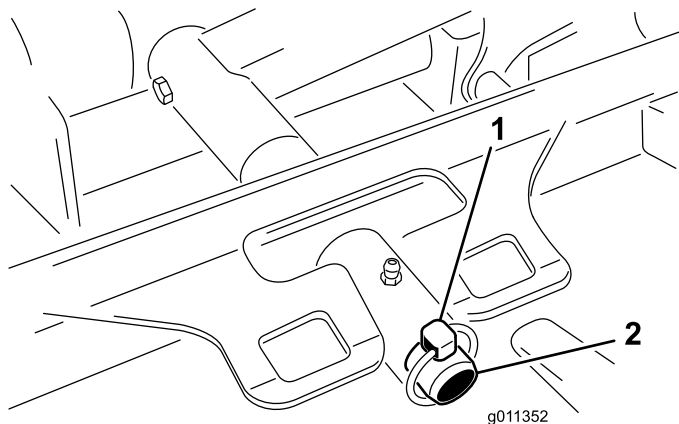

Figura 65
3. Togliete l'acciarino che fissa il telaio portante del piatto di taglio al perno di articolazione del braccio di sollevamento (Figura 65).
3. Infilate il telaio portante del piatto di taglio sul perno di articolazione del braccio di sollevamento. Fissatelo con un acciarino (Figura 65).